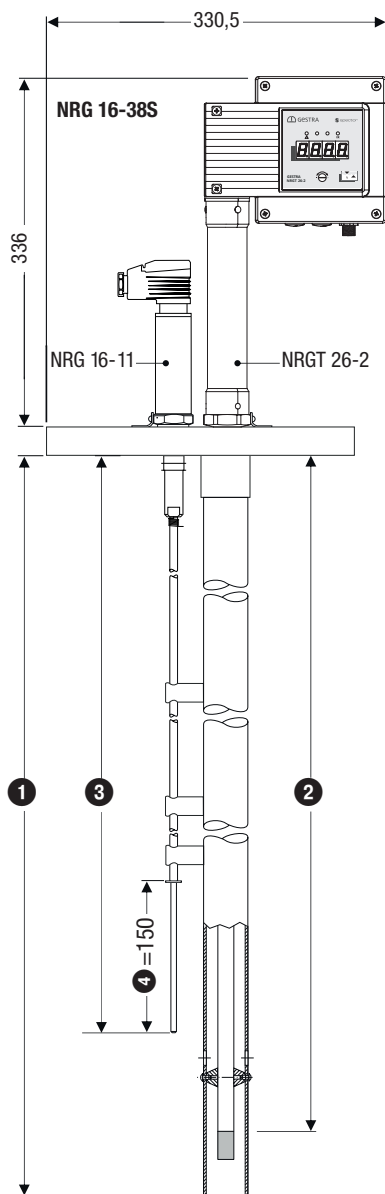
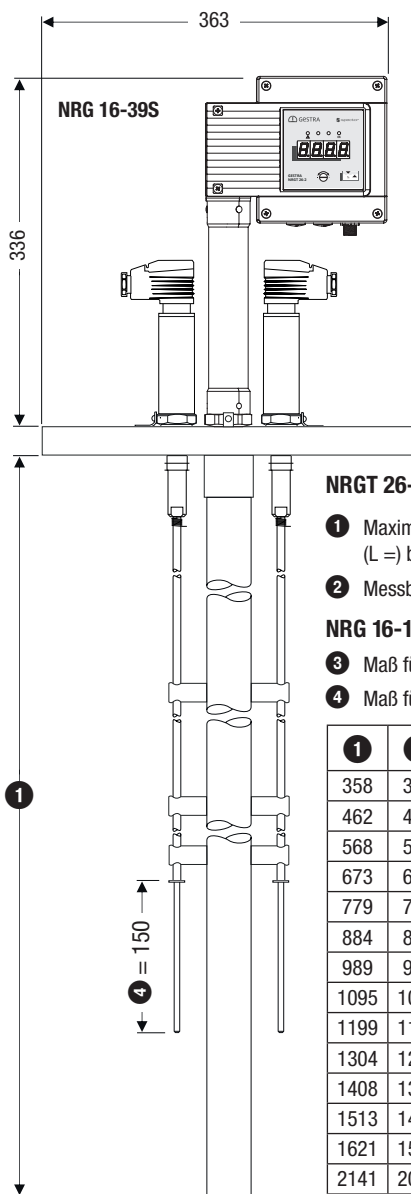
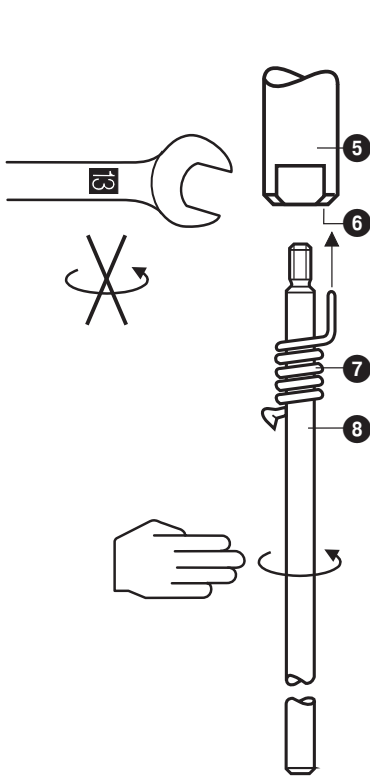
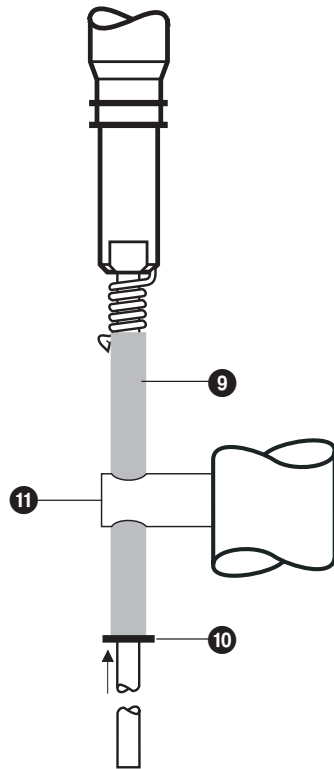

Fig. 4
Fig. 5
Fig. 6
Fig. 7
1. Reißen Sie das Maß für Niedrigwasser auf der Elektrodenverlängerung **8** an und schieben Sie die Sicherungsfeder **7** aus der Bohrung **6** der Messelektrode **5** heraus. Markieren Sie das Maß für Niedrigwasser und das Maß **4** (150 mm über Niedrigwasser, siehe **Fig. 4** und **Fig. 5** auf Seite 12) auch auf dem Schutzrohr des Niveau-transmitters. **Fig. 6, Fig. 7**